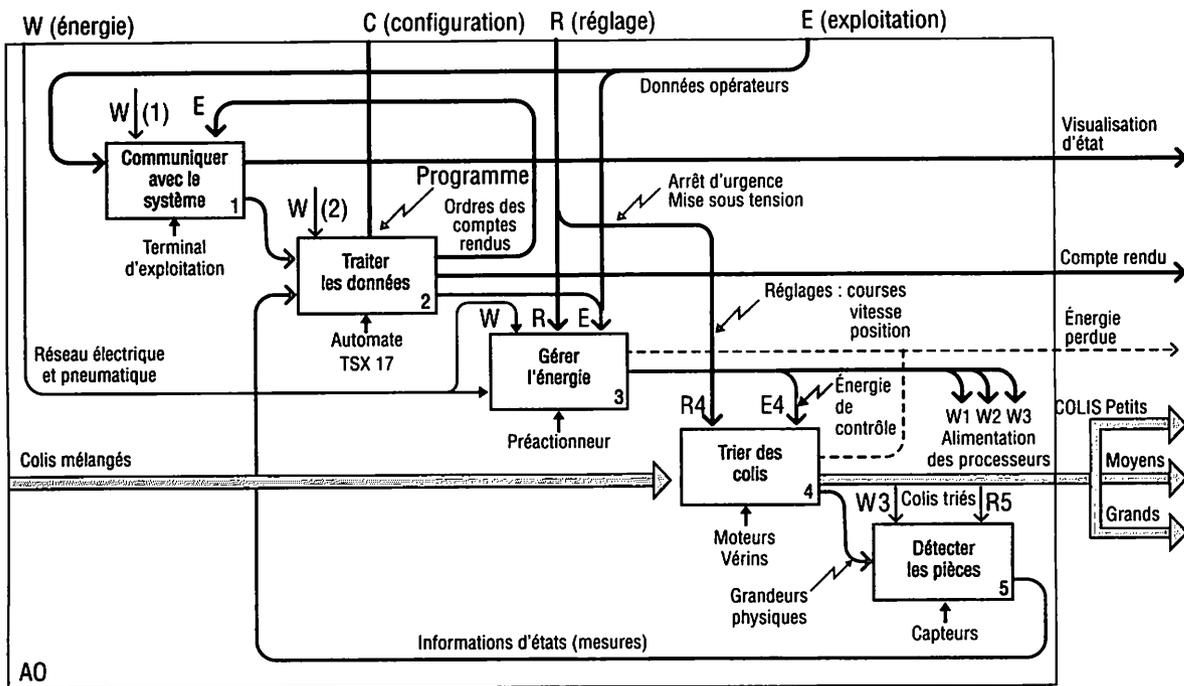

Fig. 5 : Analyse fonctionnelle du système de tri de colis.
2.2. Analyse de niveau A0 (fig. 5)